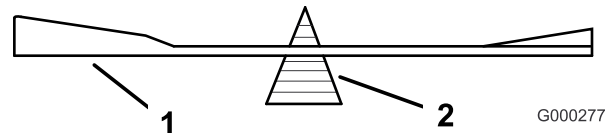

図 80
2. ブレード・ balanサー（図 80）を使ってバランスを調べる。ブレードが水平に停止す